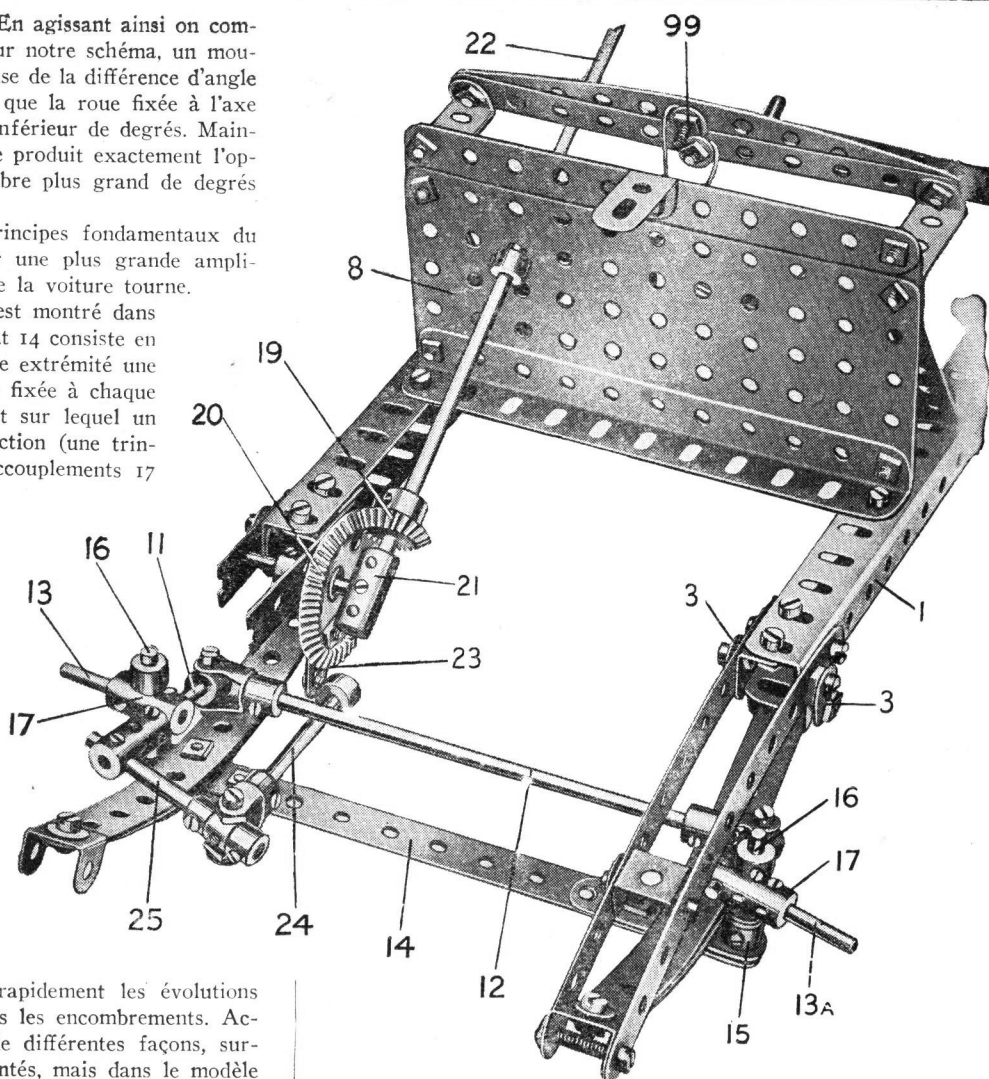
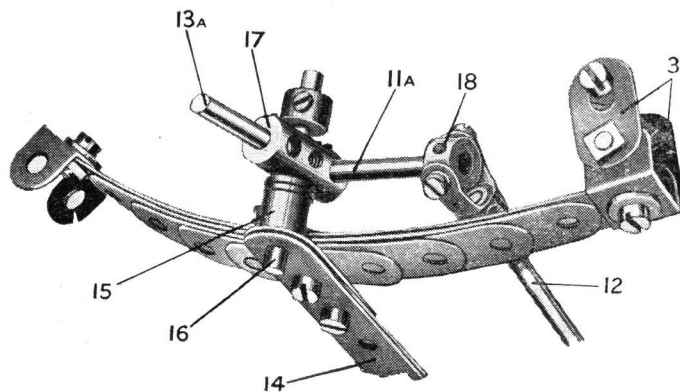

Fig. 4. — Avant du Châssis montrant le Mécanisme de Direction
Fig. 6. — Détail du Pivot de Direction Côté gauche
La construction du modèle doit être commencée par le montage du châssis principal qui est montré d'une façon plus claire sur la fig. 2. Chaque longeron consiste en deux cornières de 25 trous (1) boulonnées ensemble en forme de fer en U pour obtenir une rigidité maximum. Les cornières sont maintenues par une entretoise 2 formée d'une cornière de 11 trous, et leurs extrémités avant sont prolongées par des bandes incurvées de 14 cm. pour supporter les extrémités des ressorts semi-elliptiques. Chaque cornière de 11 trous est fixée à la cornière supérieure de chaque pièce au moyen de 2 équerres. Deux des boulons qui fixent les bandes incurvées, servent également de pivot pour les supports plats 3 supportant les extrémités arrière des ressorts avant (voir fig. 4 et 6). Les boulons doivent être fixés à la pièce d'articulation par deux pivots composés d'un boulon et d'écrous (voir mécanisme Standard n° 262), de façon à ce que les supports plats soient libres de tourner sur leurs axes. Le châssis principal continue l'axe arrière grâce à une série de bandes incurvées de 6 cm. de grand rayon 4, boulonnées ensemble de la manière montrée sur l'illustration. Le porte-bagage 5 est composé de deux bandes de 6 trous rattachées par 4 bandes courbées de 9 trous 115 x 12 mill. Le support est boulonné pour maintenir l'accumulateur 8 ampères, qui, quand il n'est pas employé, peut être replié.
On voit sur la fig. 6 que les ressorts avant sont du type semi-elliptique et que chacun d'eux est formé par une bande de 11 trous, une de 9, une de 7, une de 5 et une de 3, placées les unes au-dessus des autres et légèrement courbées.
Chaque extrémité de la bande de 11 trous est fixée à un support double. Le support double arrière est articulé sur le châssis (Mécanisme Standard 262) par une paire de supports plats 3 qui forment les mains de ressorts qui articulent les extrémités des ressorts au châssis. Le support double avant est monté sur un boulon de 19 mill. passant au travers des côtés du châssis (fig. 4). Les ressorts arrière sont du type cantilever, et l'un d'eux est montré en détail à la fig. 9. Chaque ressort est établi de la même façon que ceux avant et est fixé rigidement au châssis par deux équerres (voir fig. 2).
Il a été certainement un peu difficile en Meccano de respecter le système Ackermann et de conserver la rigidité du modèle, c'est pourquoi une méthode un peu différente a été adoptée; grâce à de courtes tringles 11 et 11a (fig. 4 et 5), commandant les axes de direction, on a réalisé un système analogue. Ces tringles sont réunies par une tringle
Le montage d'un axe de direction 13a est montré dans tous ses détails sur la fig. 6. L'essieu avant 14 consiste en une bande de 11 trous supportant à chaque extrémité une manivelle 15. Une tringle de 38 mill. (16) fixée à chaque manivelle, constitue un axe de pivotement sur lequel un accouplement 17, supportant l'axe de direction (une tringle de 25 mill.), tourne librement. Les accouplements 17 (voir fig. 6), supportent une tringle de 25 mill. 11a, à laquelle est fixé un joint pivotant 18. La fourchette de ce dernier est fixée sur la barre d'accouplement 12, dont l'autre extrémité est bloquée au second axe de direction, également par un joint pivotant fixé lui-même à la tringle de 25 mill. (fig. 4 et 5).
La commande entre le volant et les roues est un point extrêmement important. La proportion ou le rapport entre le mouvement communiqué au volant et la position correspondante des roues ne doit pas être trop grande, autrement un léger mouvement du volant donnerait une trop grande déviation à la voiture ce qui pourrait être dangereux et provoquerait des accidents. D'autre part, si ce rapport est trop petit, la voiture serait difficilement maniable et ne pourrait exécuter rapidement les évolutions voulues, de là, impossible de circuler dans les encombrements. Actuellement, la démultiplication est faite de différentes façons, surtout grâce aux vis sans fin et secteurs dentés, mais dans le modèle Meccano, la méthode la plus pratique est constituée par un engrenage conique en prise avec un autre engrenage conique de 38 mill. (20) fig. 4. Ce dernier peut tourner librement sur une tringle de 38 mill. montée dans le longeron du châssis et est fixé au centre d'un accouplement 21. Une extrémité de cet accouplement constitue une butée pour l'extrémité de l'axe du volant 22, qui consiste en une tringle de 20 cm. supportant une poulie de 5 cm. représentant le volant.